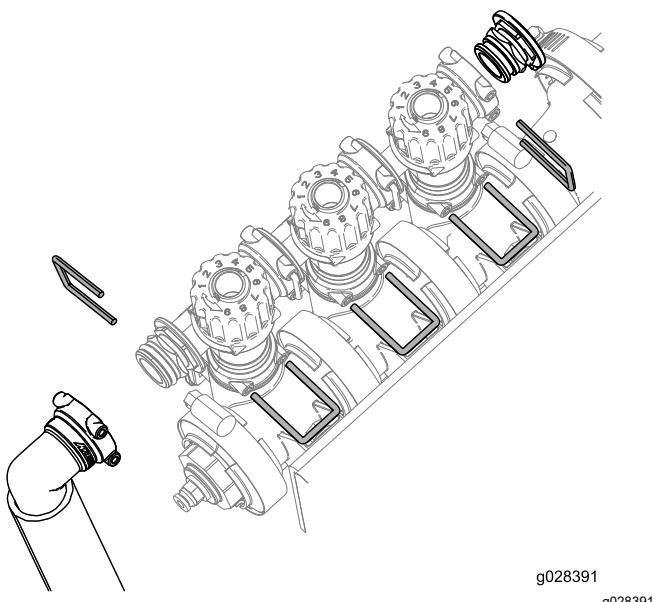

Figura 4
- Remova os fixadores que fixam o conjunto de ajuste de purga, o tampão da extremidade e o conjunto de união e tubo como se mostra na Figura 4.